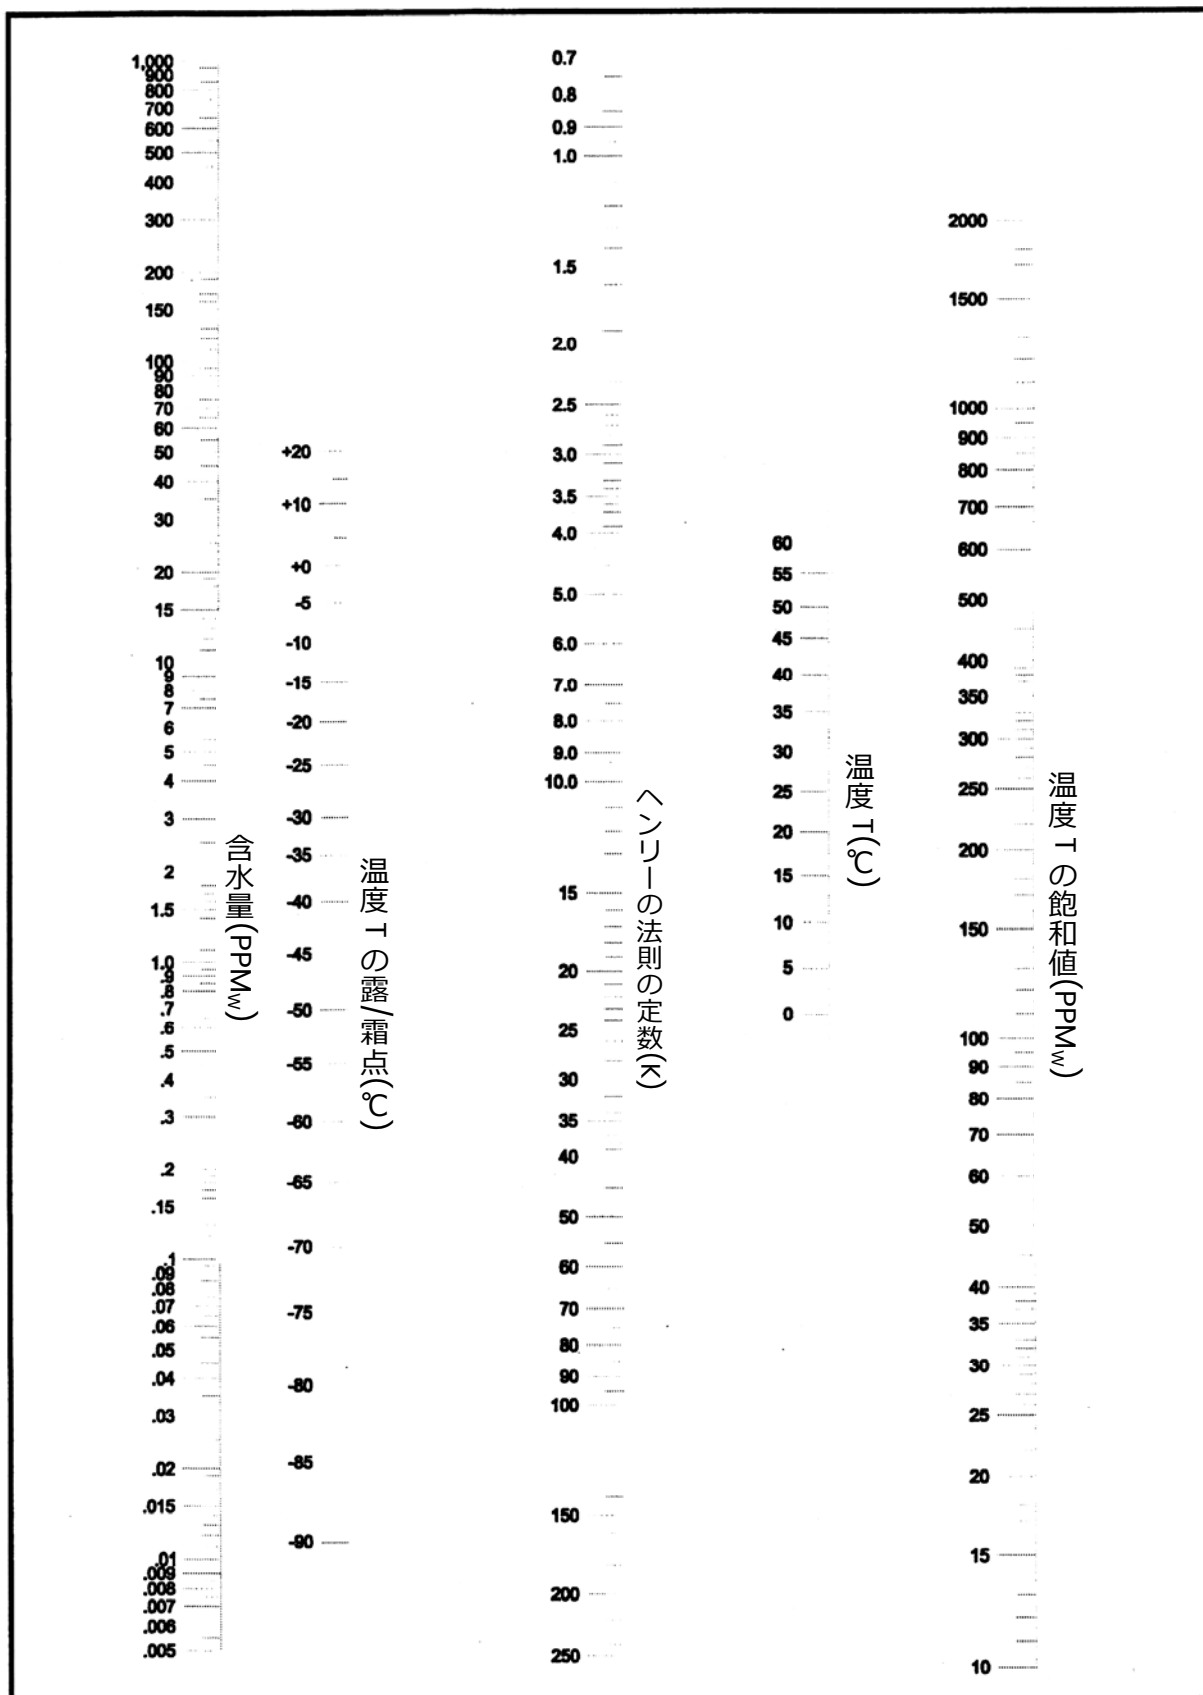

図 A-2 : 液体の含水量の計算図表
以下の値が分かっているれば、A-32 ページの図 A-2 にある液体の計算図表を使用して、有機液体の含水量を求めることができます。
K及びC_sの値が分からない場合は、当社の水分計を使用して、これらの値を求めることができます。実際、A-32 ページの図 A-2 の計算図表から PPM_w を求めるには、この値のうち1つしか必要ありません。このような分析を実行するには、以下のように進めて下さい。
前述したように、飽和した直鎖系炭化水素は特殊なケースで、ヘンリーの法則の定数が温度とともにそれほど変化しません。このような場合、A-32 ページの図 A-2 にある液体の計算図表を使用して分析を完成して下さい。
- b. A-32 ページの図 A-2 で直定規を使用し、870PPM_w の飽和濃度を 30℃の周囲温度と結ぶと、中心のスケールで 27.4 というヘンリーの法則の定数が読み取れます。
- b. A-32 ページの図 A-2 で直定規を使用し、480PPM_w の飽和濃度を 50℃の周囲温度と結ぶと、中心のスケールで 5.2 というヘンリーの法則の定数が読み取れます。
- b. A-32 ページの図 A-2 で直定規を使用し、101PPM_w の飽和濃度を 20℃の周囲温度と結ぶと、中心のスケールで 5.75 というヘンリーの法則の定数が読み取れます。
- d. A-32 ページの図 A-2 の計算図表で直定規を使用し、分かっている 10PPM_w の含水量を-10℃の露点測定値と結ぶと、中心のスケールで 5.1 という K の値が読み取れます。